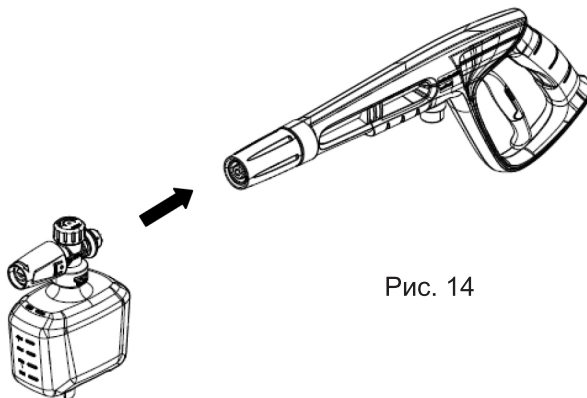

Рис. 14
Мойка может использоваться для бесконтактной мойки активной пеной с применением специального моющего средства. Для этого необходимо использовать пеногенератор, как аксессуар. Для использования пеногенератора необходимо снять с пистолета удлинительную насадку и на ее место установить пеногенератор (рис. 14).
2. Открутите и извлеките масляный щуп (рис. 14)